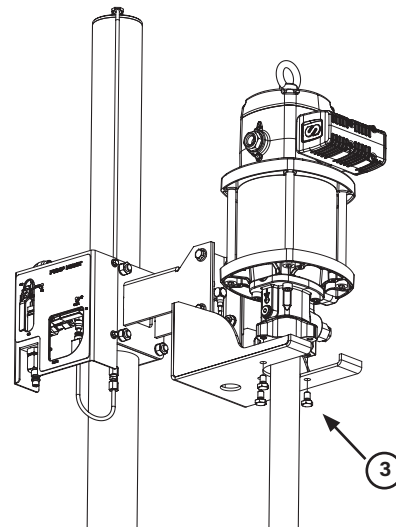

Fig. 6
3. Fix the pump on the mounting plate with three hex bolts (3) (Fig. 6).
3. Fije la bomba al soporte bomba mediante los tres tornillos (3) (Fig. 6).